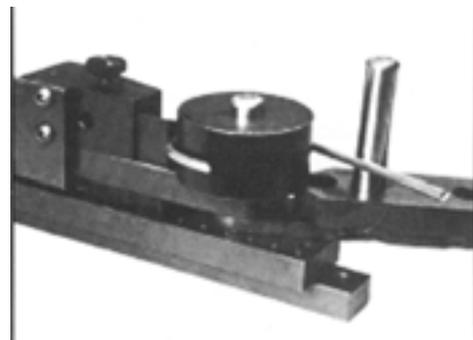

Figure 4
8. Si vous travaillez un câble de forte épaisseur, il peut être nécessaire d'utiliser l'embase à angle vif (n° 15) pour empêcher le glissement. Si cela devient nécessaire, il faut la mettre sur le côté avec la partie de l'angle vers le haut, un côté du trou faisant face à l'étau et l'autre, recevant l'arbre étant utilisé, comme indiqué à la Figure 4.